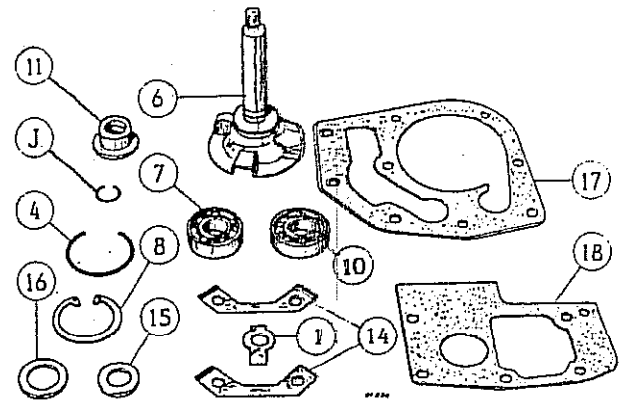

Fig. 130
Con la finalidad de obtener mejoras en el sistema de enfriamiento de los "DAUPHINE" I.K.A., la bomba de agua fue modificada. Esta nueva bomba está provista de cojinetes semi-estancos, los cuales son prelubricados, obteniéndose mediante su empleo, una bomba de agua más estanca y durable. Por tal motivo se han eliminado los retenes de fieltro 15 y 16 (Fig. 130) y el orificio de engrase ubicado en el cuerpo de la bomba.
- 6) Instalar por detrás de la bomba el eje con el sello correspondiente. Al introducir el eje, se debe tener la precaución de insertar en su ranura el anillo retén J y de centrar el separador (9).
- 7) Montar la chaveta del eje, e instalar la polea del ventilador (3). Seguidamente colocar el seguro (1) y la tuerca del eje (2) con su arandela correspondiente apretándola a la torsión de 3 a 3,5 mkg (22 a 25 pie-lbs). Luego doblar correctamente la pestaña del seguro y cerciorarse que el eje gire libremente.
- 8) Instalar la junta entre placa soporte y cuerpo de la bomba (17, Fig. 130), convenientemente recubierta con cemento para juntas. Instalar la placa soporte y apretar los tornillos en forma moderada.